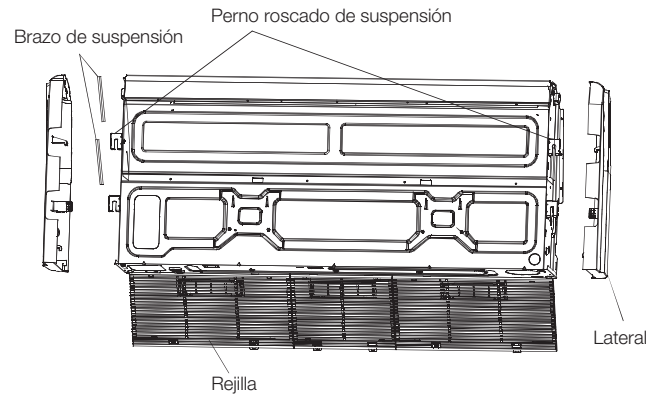

Fig.5-8
- Quite el lateral y la rejilla. (Ver Fig. 5-8)